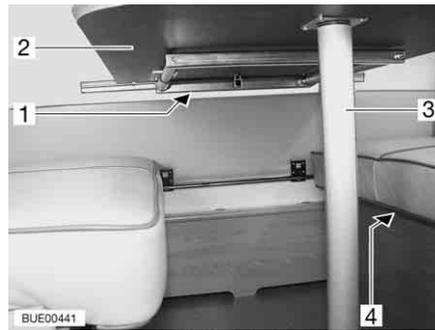
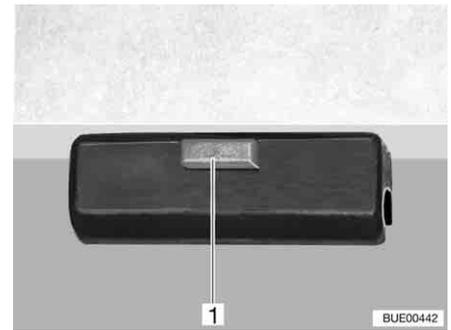

Bild 80 Umbau zum Bett
Bild 81 Verriegelung
- Tischplatte (Bild 80,2) vorn leicht anheben.
- Tischfuß (Bild 80,3) abschrauben und beiseite legen.
- An der Verriegelung (Bild 80,1) den Entriegelungsknopf (Bild 81,1) drücken.
- Tischplatte in die Aufnahmen (Bild 80,4) an den Sitzbänken legen.